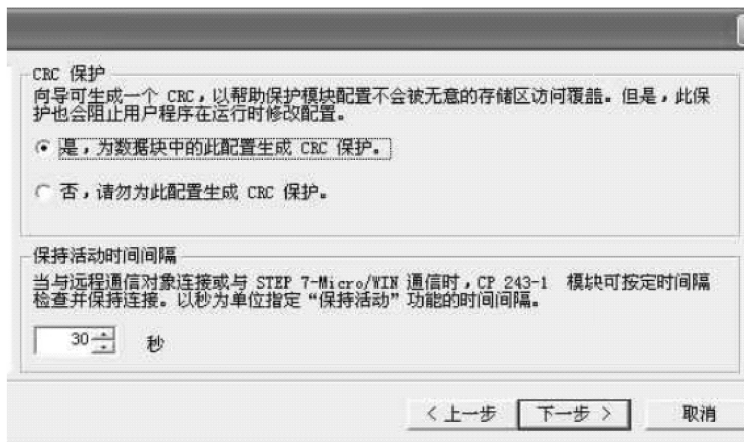

图 7-47 选择 CRC
10) 图 7-47 中，CRC（循环冗余检查）保护选项允许指定以太网模块检查偶然发生的配置损坏。向导为 V 内存中配置的两个数据块部分生成 CRC 值。当模块读取配置时，则重新计算该值。如果数字不匹配，配置损坏，模块不会使用该配置。